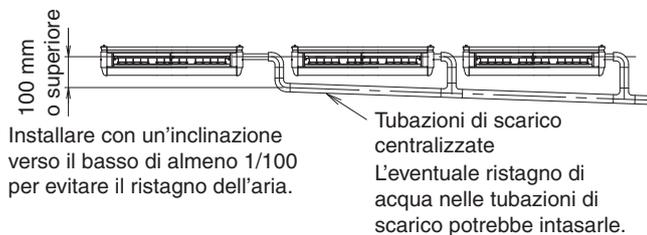

Fig. 28
- Per evitare di dover applicare una forza eccessiva al tubo flessibile di scarico (1) fornito, evitare di curvarlo o di torcerlo. (Ciò potrebbe causare perdite di acqua.)
- Durante l'esecuzione della posa in opera delle tubazioni di scarico centralizzate, seguire le istruzioni illustrate in Fig. 28. Lo spessore delle tubazioni di scarico centralizzate deve corrispondere alla capacità di collegamento dell'unità interna. (Fare riferimento al documento tecnico)